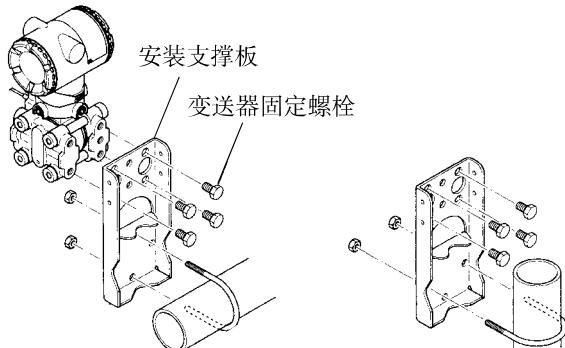

图3.2 变送器安装 (水平配管型)
- 变送器安装在50mm(2--inch)管的安装托架上(见图3.2和3.3)。拧上紧固螺栓(4个)，拧紧力矩为39N.m{4kgf.m}。